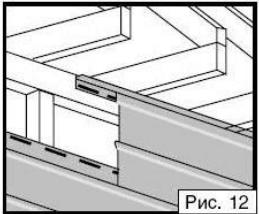

Рис. 12
- Завершающая планка применяется для завершения горизонтального участка, фиксирует обрезанный край последней полосы сайдинга. Места установки завершающей планки: под карнизом (рис.12), с околооконной планкой (рис 10б).